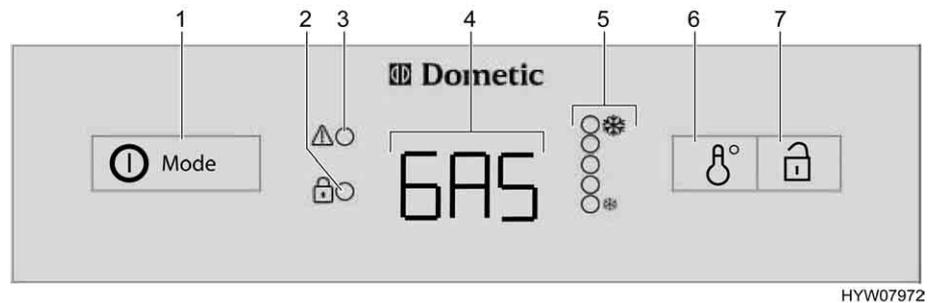

Fig. 172 Elementos de mando para el frigorífico (Dometic de la serie 8 con AES)
Con averías, parpadeará el visualizador LED avería "⚠" (Fig. 172,3).
Si se ha seleccionado el modo automático, **no** está conectada ninguna alimentación de 230 V y el motor del vehículo está **desconectado**, el AES seleccionará el suministro de gas. Al seleccionar el suministro de gas se abre automáticamente el seguro de encendido, de forma que puede fluir gas hacia el quemador. Simultáneamente se conecta el encendedor electrónico. Si se apaga la llama de gas, p. ej. debido a un golpe de viento, el encendedor se activa inmediatamente y enciende de nuevo el gas. Con una avería en el funcionamiento a gas, en el piloto (Fig. 172,4) parpadeará el texto "GAS".
Una vez conectado, el frigorífico selecciona automáticamente el ajuste medio del termostato. Este ajuste puede regularse posteriormente a mano con el conmutador para el ajuste de temperatura (Fig. 172,6). Los visualizadores LED (Fig. 172,5) indican el ajuste seleccionado del termostato. Con el interruptor se ajusta la temperatura de refrigeración para los tres tipos de energía. Pasan algunas horas hasta que el frigorífico alcanza la temperatura de servicio normal. Al conmutar el modo de funcionamiento se mantiene el ajuste del termostato. La temperatura de refrigeración se mantiene independientemente del tipo de energía.
- Pulsar el conector/selector de energía (Fig. 172,1) 2 segundos para conectar el aparato. Se visualiza el último modo de funcionamiento seleccionado en el piloto (Fig. 172,4).
- Seleccionar el tipo de energía con el conector/selector de energía (Fig. 172,1).
- La temperatura de refrigeración puede ser ajustada en el conmutador para el ajuste de temperatura (Fig. 172,6). Los visualizadores LED (Fig. 172,5) indican el ajuste seleccionado del termostato.
- Pulsar el conector/selector de energía (Fig. 172,1) 2 segundos. Todos los visualizadores se apagan.